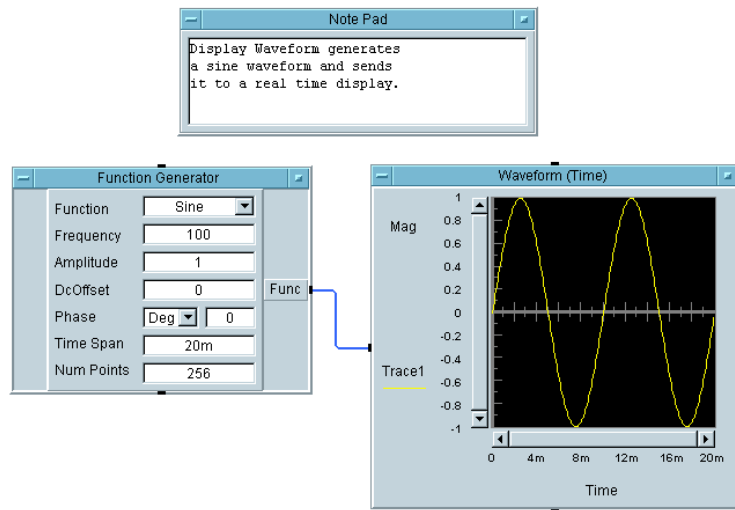

図 1-27. [Function] フィールドを正弦波に変更
6. 同じ例題で練習を続けます。**Function** フィールドの **[Cosine]** (または矢印) をクリックします。選択肢がドロップダウン・リストに表示されます。**[Sine]** をクリックして、図 1-27 のように正弦関数を選択します。**[Function]** フィールドが **[Cosine]** から **[Sine]** に変わります。